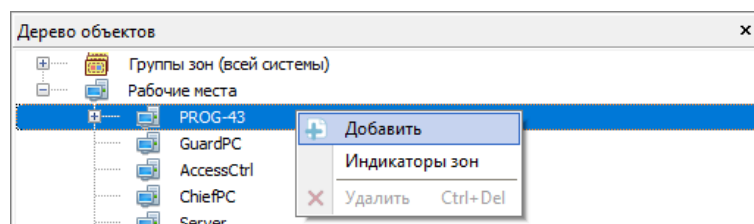

Рисунок 6-528 Контекстное меню для рабочего места в дереве планов
- либо кликните правой клавишей мыши по рабочему месту в дереве планов и выберите в контекстном меню рабочего места (см. Рисунок 6-528) команду «Добавить»;